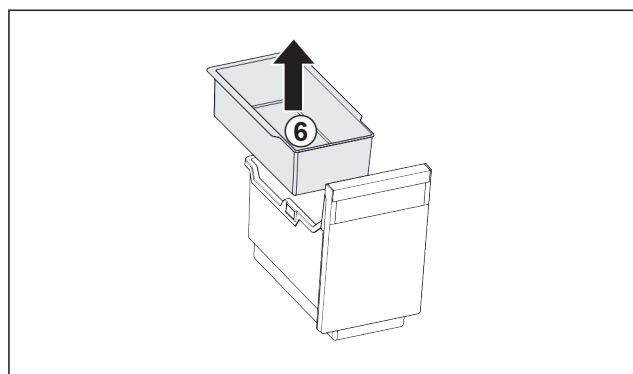

Fig. 140
- Hiqni tasin me varje Fig. 140 (6).